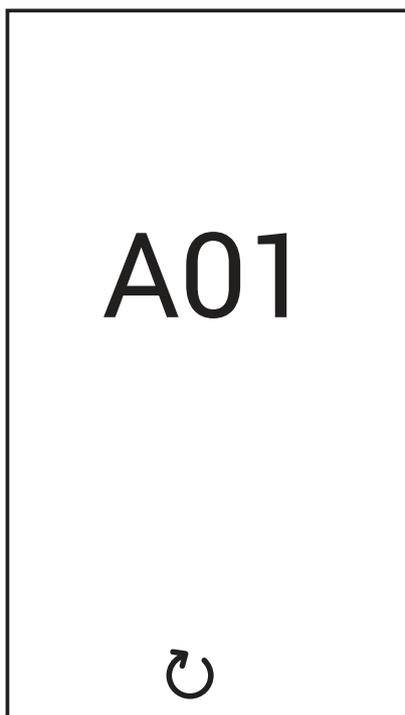

рис. 5
**Неисправность типа А (рис. 5):** Для сброса этой неисправности требуется нажать кнопку  примерно на 2 секунды. А затем подтвердить нажатием на кнопку .